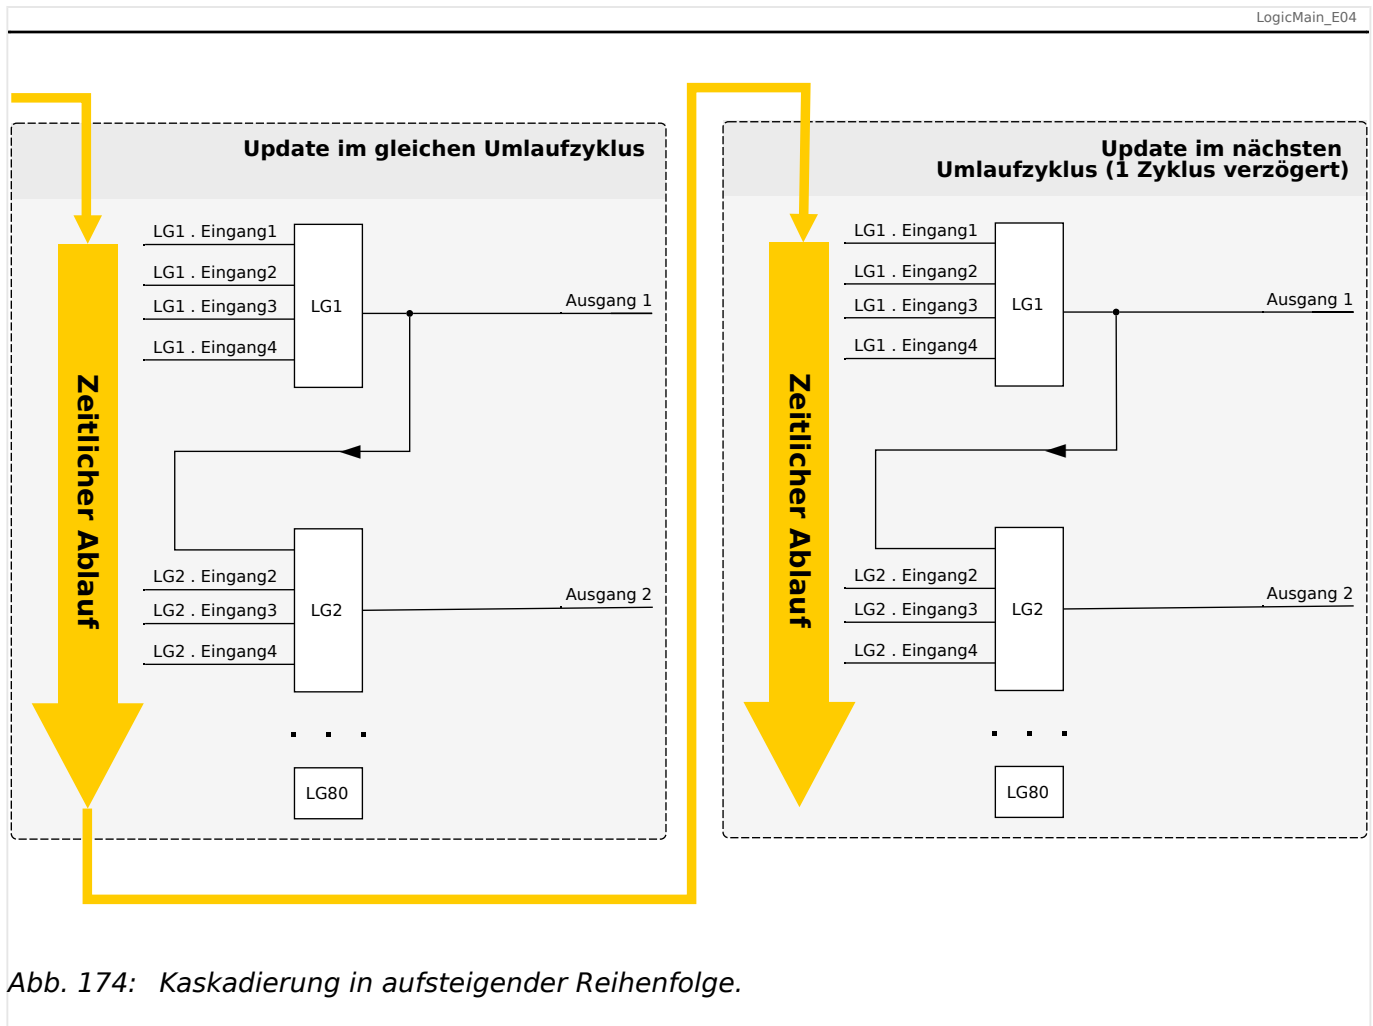
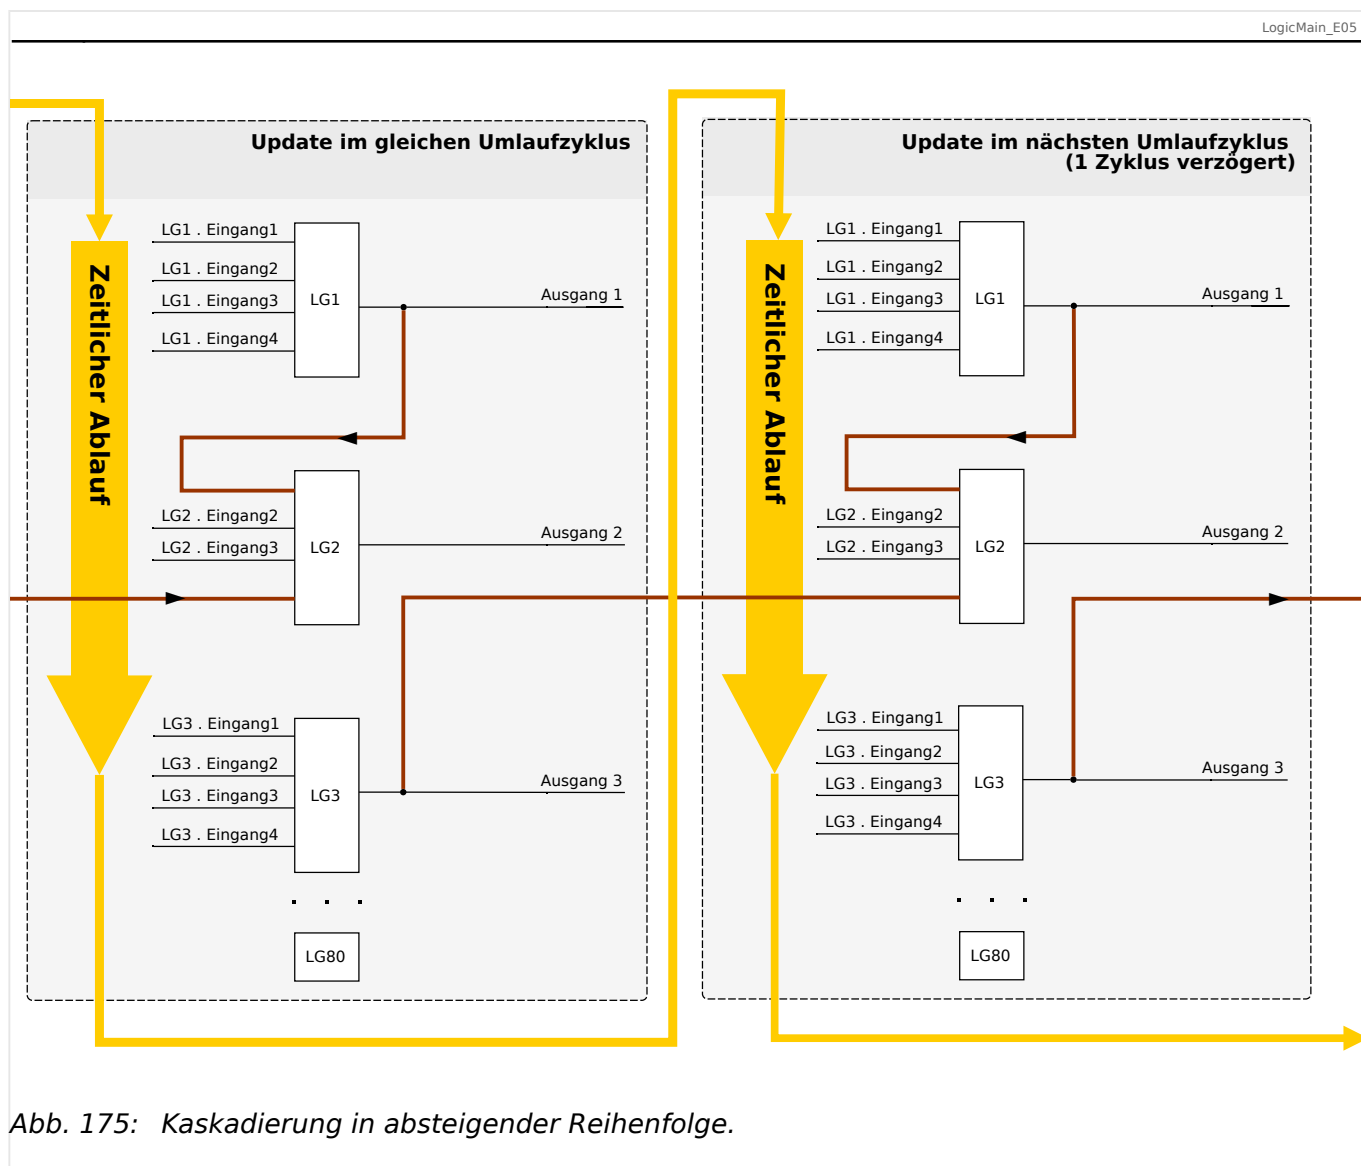

Abb. 174: Kaskadierung in aufsteigender Reihenfolge.
Abb. 175: Kaskadierung in absteigender Reihenfolge.
- Kaskadierung in **aufsteigender** Reihenfolge bedeutet, dass der Ausgang einer Logikgleichung auf den Eingang einer Logikgleichung mit **höherer** Nummer rangiert wird. Das Diagramm  Abb. 174 weiter unten zeigt ein Beispiel, bei dem der Ausgang von LG1 auf einen Eingang von LG2 rangiert wird.
- Kaskadierung in **absteigender** Reihenfolge bedeutet, dass der Ausgang einer Logikgleichung auf den Eingang einer Logikgleichung mit **niedrigerer** Nummer rangiert wird. Das Diagramm  Abb. 175 zeigt ein Beispiel, bei dem der Ausgang von LG3 auf einen Eingang von LG2 rangiert wird.
Bei der Konfiguration des Schutzgerätes bestehen keinerlei Einschränkungen oder Unterschiede zwischen aufsteigender und absteigender Reihenfolge. Da allerdings während der Laufzeit des MCDLV4 die Logikgleichungen in aufsteigender Reihenfolge ausgewertet werden, haben die resultierenden Ausgangswerte, die am Eingang der Logikgleichung anstehen, ein unterschiedliches „Alter“, wie in  Abb. 174 und  Abb. 175 veranschaulicht wird.
Das in Abb. 175 gezeigte Beispiel zeigt eine Konfiguration von „Logikgleichung 2“, die den Ausgang von zwei weiteren Logikgleichungen, „Logikgleichung 1“ und „Logikgleichung 3“, als Eingangszustände verwendet. Hierbei ist der Ausgang von „Logikgleichung 1“ in aufsteigender Reihenfolge verwendet, sodass der Wert in jeweils demselben Prozesszyklus ermittelt wird. Der Ausgang von „Logikgleichung 3“ wird in absteigender Reihenfolge verwendet, sodass der Wert in dem jeweils vorherigen Prozesszyklus ermittelt wurde.